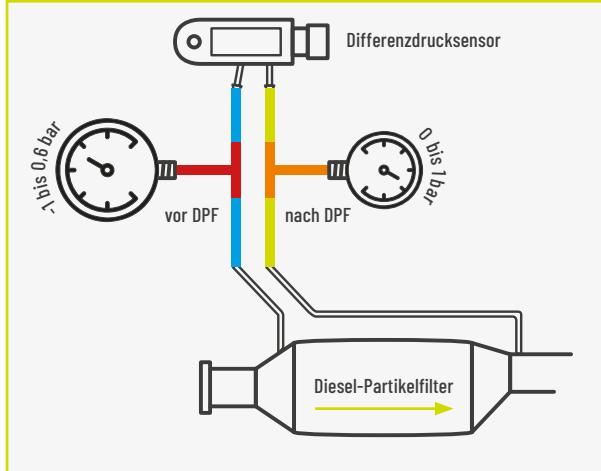

Abbildung 2: Anschluss des Diagnosetools
- 1 Die Schläuche und Manometer zwischen Differenzdrucksensor und Diesel-Partikelfilter anschließen. (siehe Abb. 2)